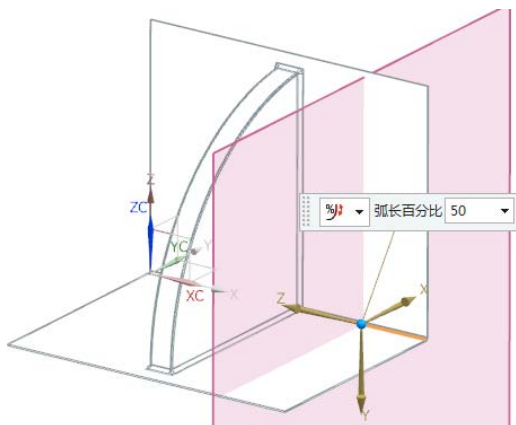

图 4-95 选择折弯边线
(1) 选择“菜单(M)”→“插入(S)”→“冲孔(H)”→“加固板(G)...”，或者单击“主页”选项卡“凸模”面组中的“加固板”按钮，打开“加固板”对话框。
(2) 单击“绘制截面”图标，打开“创建草图”对话框。
(3) 选择如图4-95所示的折弯边线，输入“弧长百分比”为50。